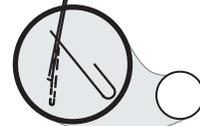

Figure 4-2
2. Tenez-vous derrière la machine, appuyez sur la poignée de commande de la lame et maintenez-la contre le guidon supérieur, comme à la Figure 4-2.